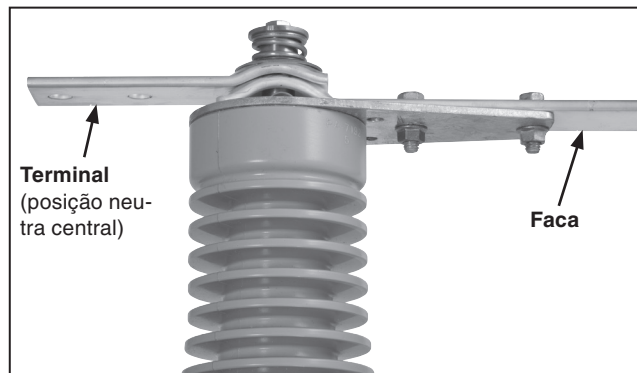

Figura 27. Coloque o terminal articulado na posição neutra central.
- (b) Coloque o lado giratório do terminal articulado na posição neutra central. Ver Figura 27.